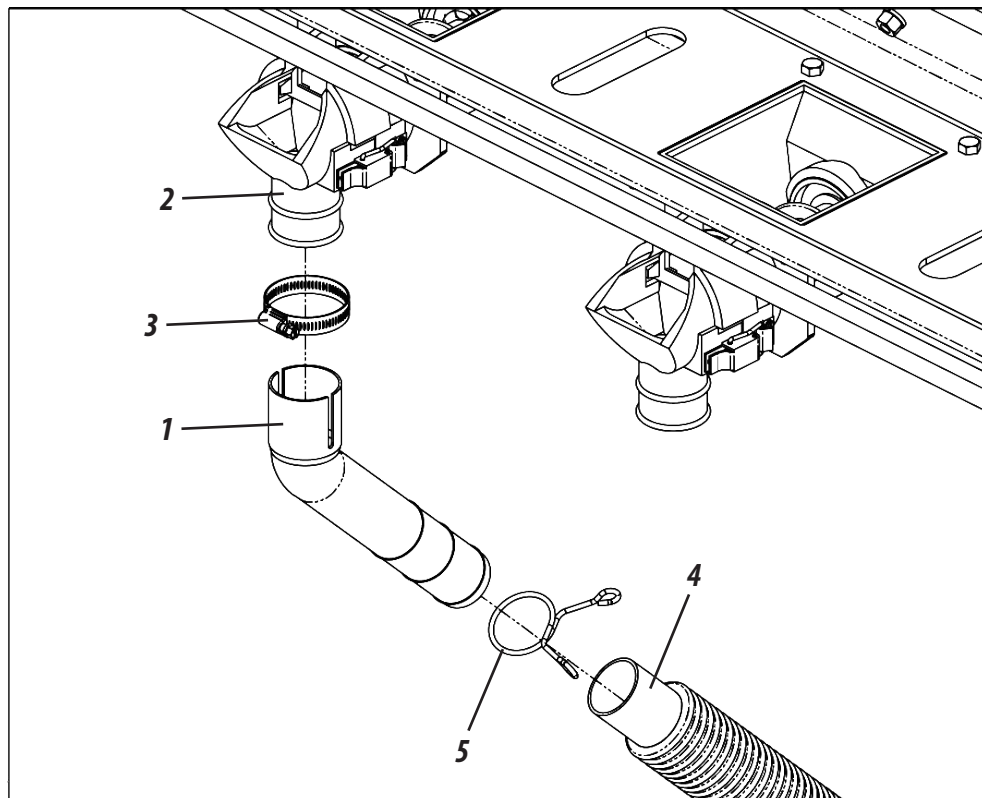

Figura 33
Para conduzir o fertilizante do distribuidor até o solo, encaixe as bicas em grau (1) nas saídas do condutor fertisystem (2) através das presilhas (3). Em seguida, coloque os mangotes (4) nas bicas em grau (1) através das presilhas (5), **conforme mostra a figura 33.**